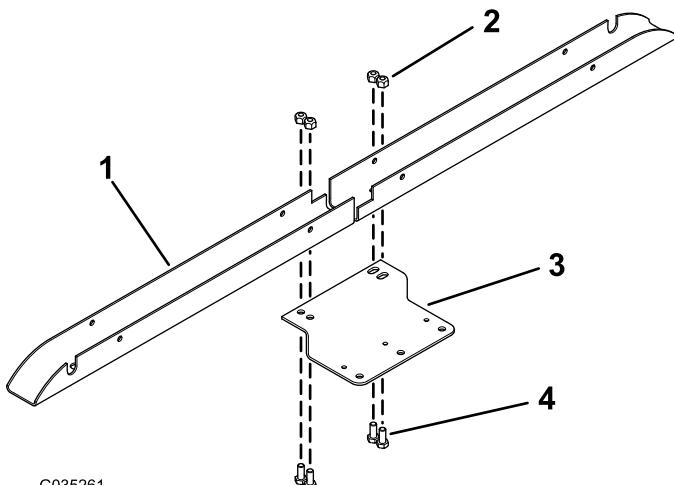

図3
1. ブラケットをチャネル部材2本に固定する六角ヘッドボルト 5/16 x 3/4 インチ4本、ロックナット 5/16 インチ4個を使用して図3のよう取り付ける。